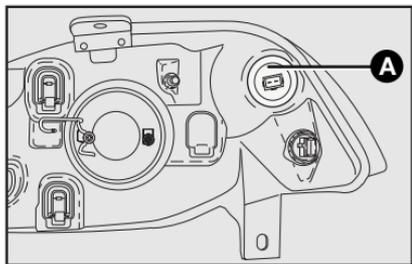

fig. 38
- 2) retirar el portalámparas **A-fig. 38** girando en sentido antihorario;